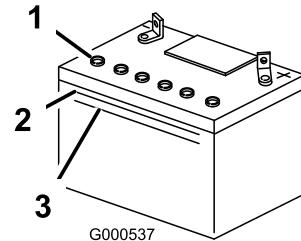

Bild 55
- Sehen Sie sich die Seite der Batterie an. Der Füllstand muss bis zur **oberen** Linie reichen (Bild 55). Der Säurestand darf nicht unter die untere Linie fallen (Bild 55).
- Entfernen Sie die Entlüftungsdeckel von der Batterie (Bild 55).
- Gießen Sie langsam destilliertes Wasser in jede Batteriezelle, bis der Säurestand die obere Linie (Bild 55) am Batteriegehäuse erreicht.
- Warten Sie nach dem Füllen der Batteriezellen 5 bis 10 Minuten. Gießen Sie bei Bedarf destilliertes Wasser in jede Batteriezelle, bis der Säurestand die obere Linie (Bild 55) am Batteriegehäuse erreicht.